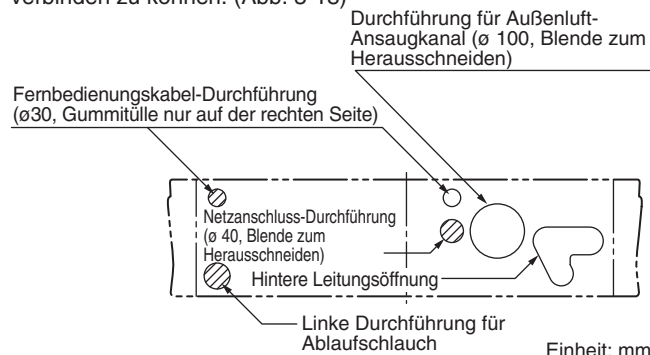
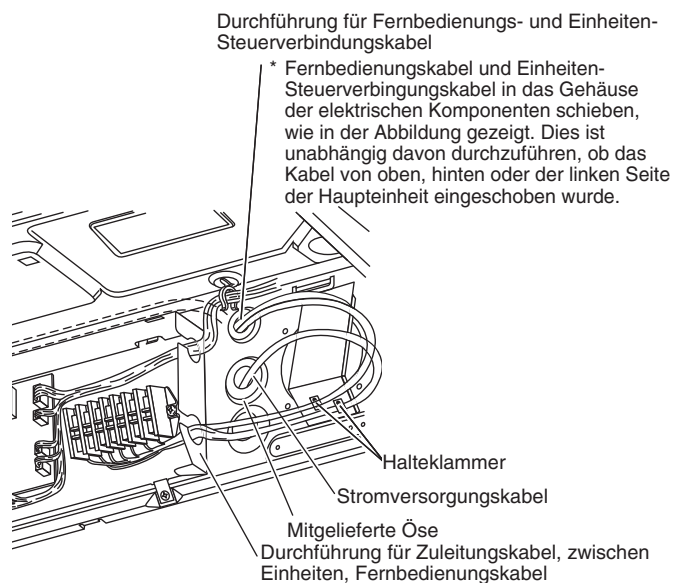

Abb. 3-18
Abb. 3-23
Die Inneneinheit ist mit einer Durchführung (Blende zum Herausschneiden) für einen Frischluftkanal im rechten hinteren Bereich der oberen Verkleidung versehen. Falls Frischluft zugeführt werden soll, muss die Blende entfernt werden, um den Luftkanal durch diese Öffnung mit der Inneneinheit verbinden zu können. (Abb. 3-18)
- * Wenn die Leitungen durch die Oberseite oder die rechte Seite verlegt werden sollen, müssen die betreffenden Blenden aus der oberen Verkleidung entfernt und entsprechende Einschnitte an der Seitenverkleidung gemacht werden (Abb. 3-18).
Die Durchführungen für das Fernbedienungskabel befinden sich ebenfalls an der Rück- und Oberseite (zur Verwendung mit der Kabelfernbedienung). Einzelheiten siehe Abb. 3-18. Für die Anordnung der Kabel siehe Abb. 3-23.
Die mitgelieferte Öse mit Klebstoff (im Fachhandel erhältlich) an der Netzkabeldurchführung anbringen. (Siehe Abb. 3-23)